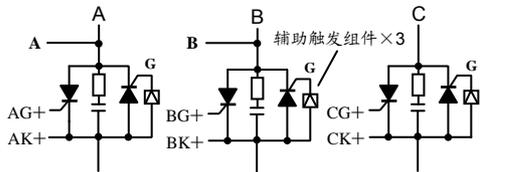

图 26: C7 半控接线。如果反并二极管则无需辅助触发组件
2. C7、C8 型三相触发器采用传统触发方式，需要接同步信号线。触发有极性，请严格参照前文图 26~图 27 接线图接线。C7 和 C8 类型能自动适应相序，只要接线无误即可正常工作，无须理相；